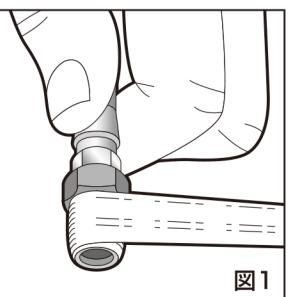

図1
1.付属のワンタッチプラグに付属のシールテープを3~5周巻いてください。(図1)